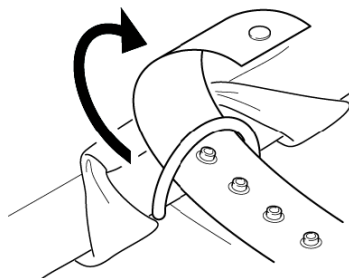

Figura 8
3. Infilare la cinghia nell'anello a D e chiuderla saldamente (Figura 8). La maniglia può essere usata per trasportare il telo per trasferimento.